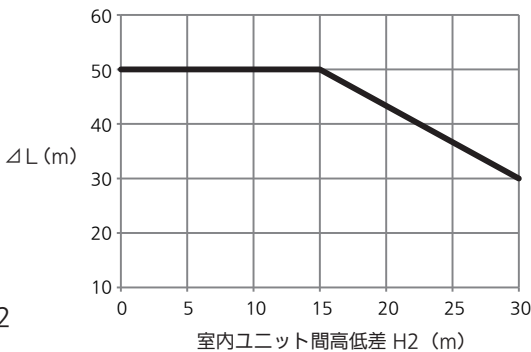

図2
- ΔL の制限が変わります。下記の図2を参考にしてください。